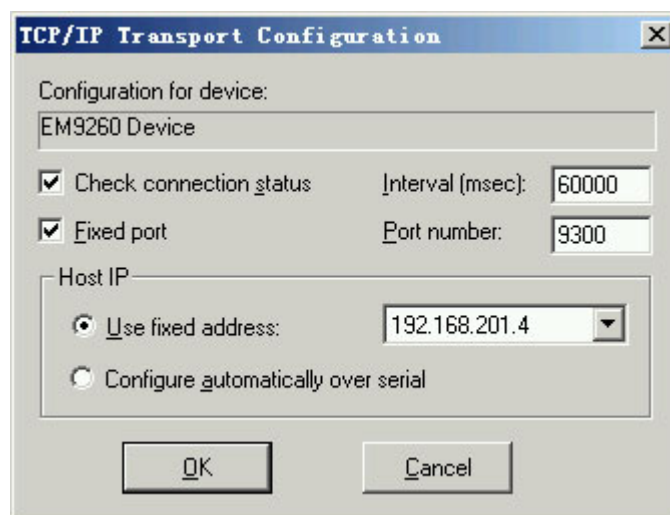

图 3-19 配置网络端口和开发主机的 IP 地址
6、勾选 **Fixed port**，并在其右边的 Port number 中输入 **9300**。然后在 Use fixed address 右边选择开发主机的 IP 地址，如图 3-19。